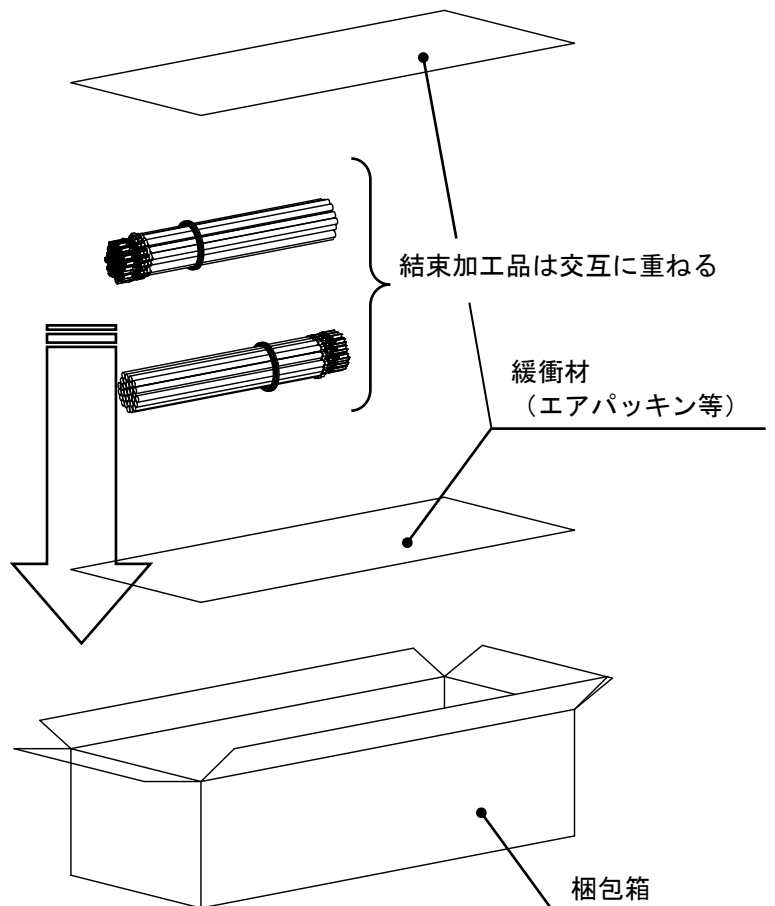

Fig. 5-2
- ※加工品の束を梱包箱に入れる際、積み重ねによる荷重等の負荷が端子へ直接長時間加わらない様、交互に重ねるなどしてください。**(Fig.5-2)**
- ※梱包箱底面および上面には、緩衝材等を敷いてください。また、段積みによる荷重等の負荷が端子へ直接長時間加わらない様に、緩衝材を敷く等の御配慮をお願い致します。**(Fig.5-2)**